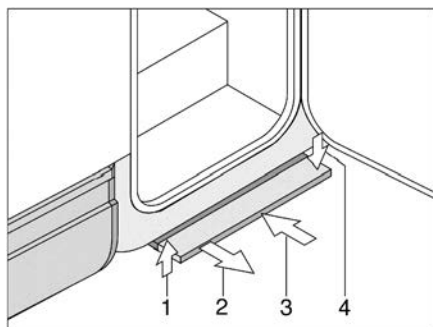

Bild 5 Mekaniskt manövrerbart fotsteg
Drag ut: ■ Drag fotsteget framåt (Bild 5,2) tills det hakar i.
Skjuta in: ■ Lyft fotsteget något (Bild 5,1).
■ Skjut in fotsteget till stoppläget under fordonsgolvet (Bild 5,3). Se till att fotsteget hakar fast ordentligt (Bild 5,4).